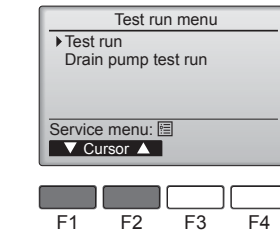

Fig. 7-4
④ [F1] veya [F2] düğmesi ile "Test run" (Test çalıştırma) ögesini seçin ve düğmesine basın. (Fig. 7-4)